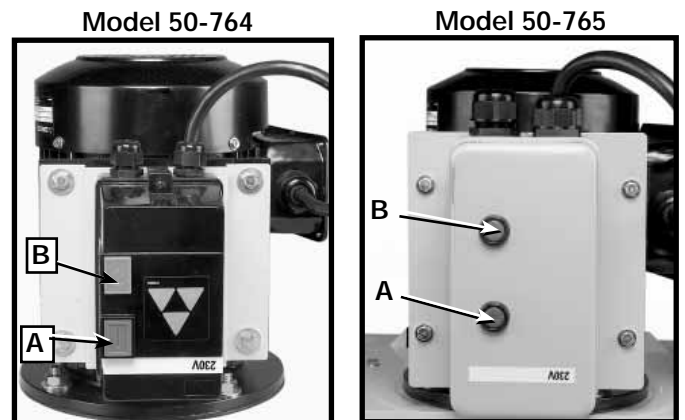
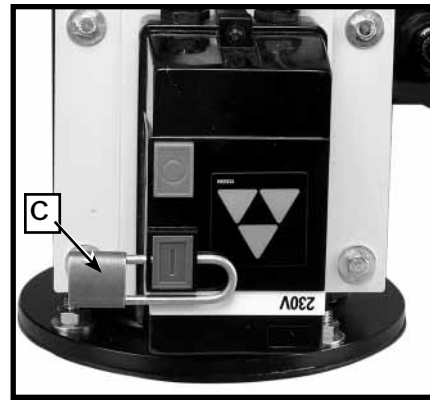

Fig. 17
Fig. 18
1. Los botones de encendido (A) y apagado (B) están ubicados en la parte delantera de la caja del motor como se muestra en la Fig. 17. Para encender la máquina, oprima el botón "ENCENDIDO" (ON) (A).
2. Para apagar la máquina, oprima el botón "APAGADO" (OFF) (B).
IMPORTANTE: Cuando la máquina no esté en uso, el botón "ENCENDIDO" (A) Fig. 17 debe estar bloqueado para evitar el uso no autorizado mediante un candado (C) Fig. 18 y una argolla de 4,763 mm (3/16") de diámetro a través del orificio que está junto al botón.